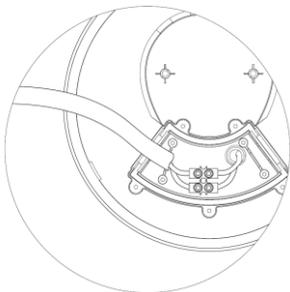

Рисунок 2. Подключение светильника.
5.6. Заведите кабель через силиконовый уплотнитель в распределительную коробку светильника (Рисунок 2). Рекомендуемый диаметр кабеля – до 6 мм. Заведите провода в клеммную колодку в соответствии со схемой на рисунке 2. Рекомендуемая длина зачистки провода – 5–6 мм. Рекомендуемое сечение провода до 2,5 кв. мм.